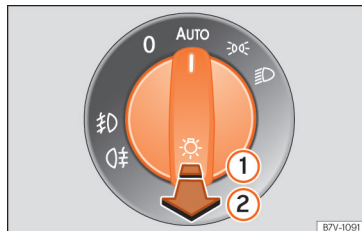

Abb. 115 Instrumententafel: Lichtschalter.
- **Einschalten der Nebelscheinwerfer* ☞☞:** Ziehen Sie den Lichtschalter bis zur ersten Rasterung »» Abb. 115 ① aus den Positionen »☞☞, ☞☞☞ oder AUTO heraus.
- **Einschalten der Nebelschlussleuchte ☞☞☞:** Ziehen Sie den Lichtschalter ② aus der Position »☞☞, ☞☞☞ oder AUTO vollständig heraus.